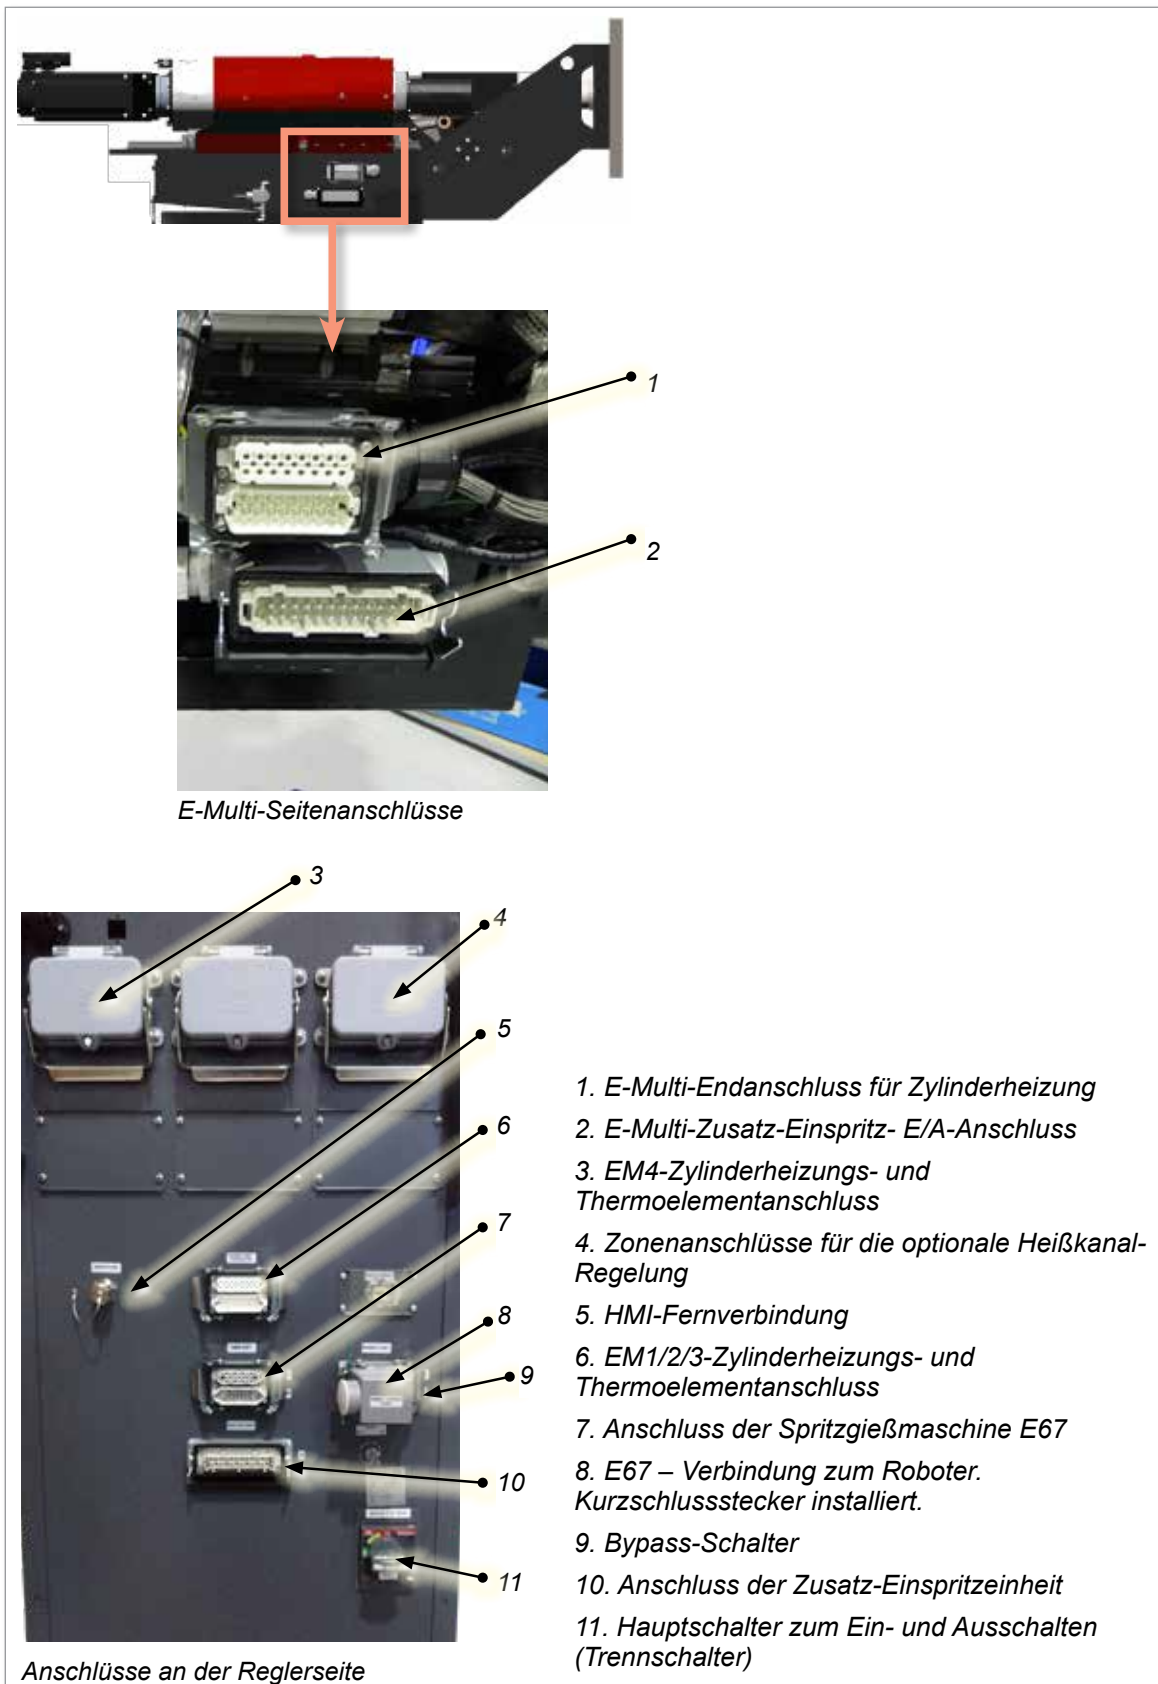

Abbildung 7-4 E-Multi-Verbindungsstellen
5. Schließen Sie das „CONTROLLER END“ der Kabel an den Anschlüssen „BARREL HEAT CONNECTOR“ und „AUX INJ. UNIT“ am Regler an. Siehe Abbildung 7-4 auf Seite 7-3.
Wenn kein Roboter verwendet wird, wird der Roboter-Kurzschlussstecker an den Anschluss „ROBOT E67“ am Regler angeschlossen (siehe Abbildung 7-4 auf Seite 7-3).